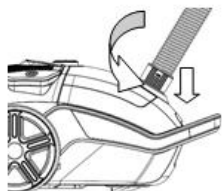

Fig. 1
1. Conectarea furtunului: introduceți capătul furtunului în soclul situat în partea din față a carcasei și fixați-l (Fig. 1). Deconectarea furtunului: rotiți racordul furtunului către dreapta, apoi trageți de furtun (Fig. 2). Conectați tubul metalic la capătul curbat al furtunului (Fig. 3).